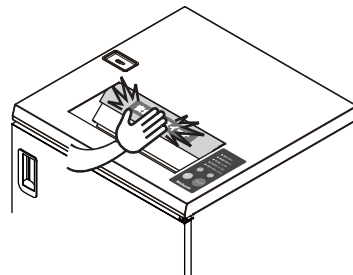

図6 緊急停止方法
- 危険が生じた場合など、緊急停止したい場合には安全停止スイッチ⑤を押してください。このスイッチを押すと、細断処理を中断し、停止します。**図6 参照**